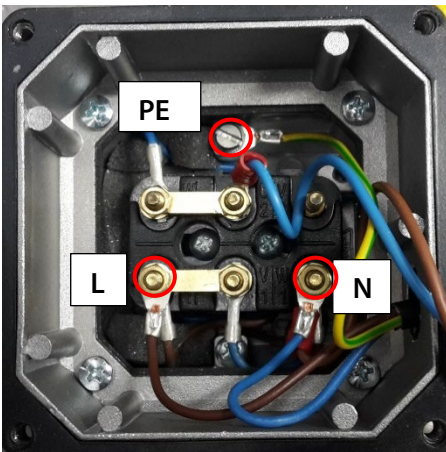

Abbildung 9 Elektrischer Anschluss Klemmkasten 230 V
2. **230 V:** Anschlussleitung ( $\varnothing \geq 0,75 \text{ mm}^2 \text{ Cu}$ ) durch Kabelverschraubung beim Motor 230 V (Klemmbereich 6,5-10 mm) führen und gemäß der Abbildung 9 oder dem Anschlussbild im Anschlussdosendeckel mit Ringkabelschuhen anschließen.